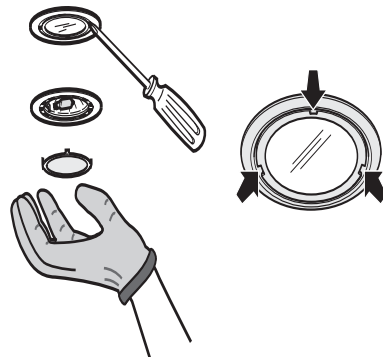

Abb. 1
2. Setzen Sie einen kleinen Schlitzschraubenzieher oder ein anderes geeignetes Werkzeug als Hebel an (**Abb. 1**).